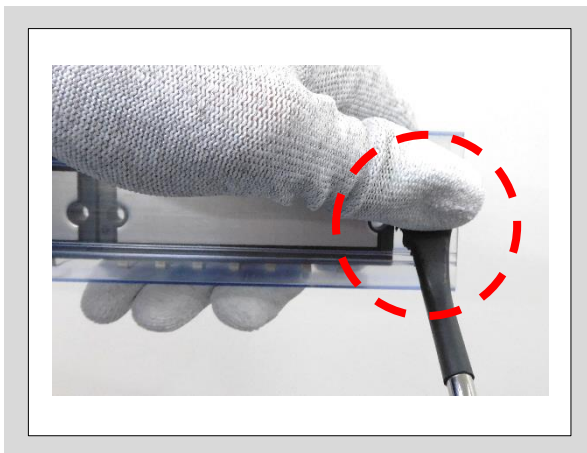

図2-5 ピンの押さえ方
- ④ ピンを指で押さえ、チューブの開口部を上に向けながら取り外します。(図2-5、2-6参照)